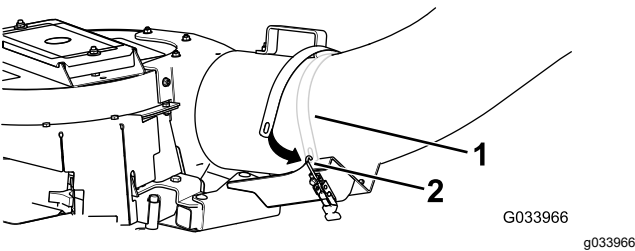

图 10
7. 将门锁支架箍带放在管子上并用门锁钩将管子固定到吹风机上图 10。